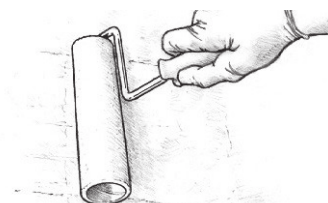

图30 在一个小区域上, 轻轻地、随机滚动。将环氧树脂涂抹成均匀的薄膜。
4. 随机地在大约2'x2'的区域上轻轻地滚动, 从而将环氧树脂均匀地转移到该区域上(图30)。